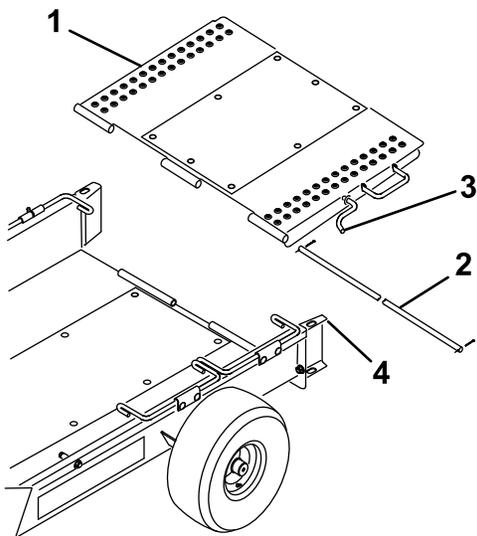

Рисунок 3
- Прикрепите рампу прицепа к задней части платформы прицепа с помощью оси петли и двух шплинтов (Рисунок 3).
- Поверните рампу вверх и зацепите защелку рампы за отверстие сверху колесоотбойника (Рисунок 3).
8. Поверните рампу прицепа вверх и зацепите защелку рампы за отверстие вверху колесоотбойника (Рисунок 3).